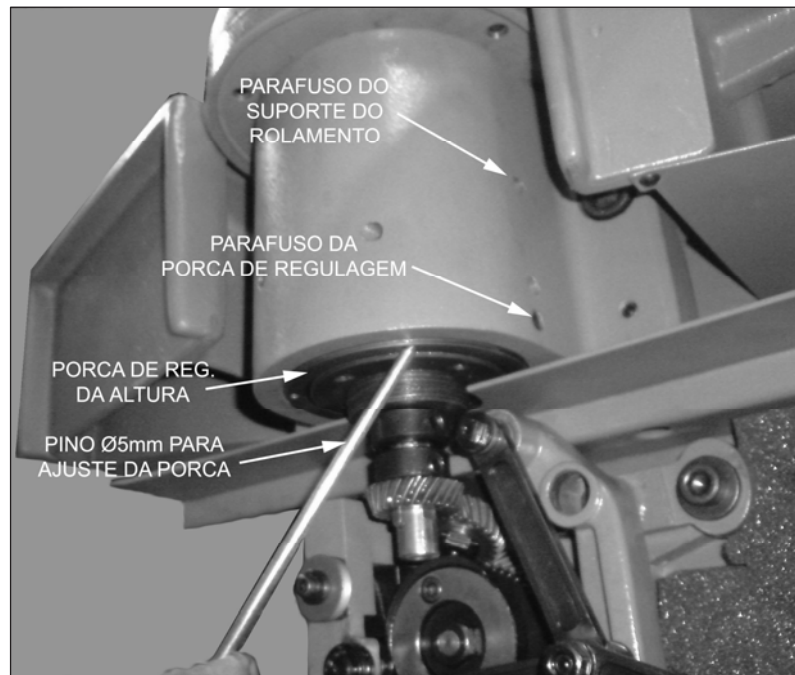

Figura 10
- ✓ Soltar o parafuso que fixa o suporte dos rolamentos e os parafusos que fixam a porca de regulagem de altura da bigorna, (Figura 10);
- ✓ Colocar um pino de diâmetro 5 mm em um dos furos da face da porca de regulagem (Figura 10) e girá-la para a direita ou para a esquerda, para subir ou descer a base giratória até atingir a medida desejada (agulha no Ponto Neutro Inferior, fisga da agulha a  $\pm 0,60$  mm abaixo do rebaixo do furo da roseta – conforme figuras 8 e 9);